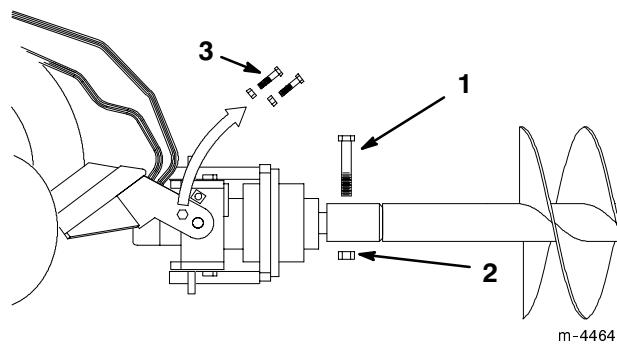

Abbildung 8
11. Den Bohrer mit 11,5 cm (7/8"-9 x 4-1/2")-Schraube und 7/8"-9-Mutter am Antriebskopf befestigen (Abb. 8).
12. Die Schrauben und Muttern aus den Gestellarmen entfernen, die in Schritt 3 und 5 angebracht worden sind (Abb. 8).